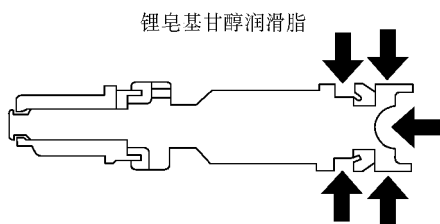

图 9-7 在零件上涂敷锂皂基甘醇润滑脂
(1) 离合器总泵在装配前，按图 9-7 所示，在零件上涂敷锂皂基甘醇润滑脂。